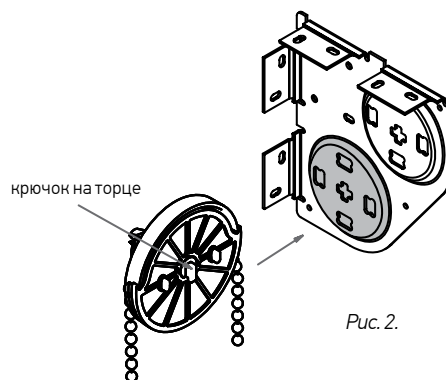

Рис. 2.
3. Прежде всего, установить то изделие, которое будет находиться сзади, ближе к окну. Вставить его в нижнее отверстие двойного кронштейна со стороны управления таким образом, чтобы крючок на торце был направлен вертикально вниз (Рис. 2). Вставить изделие в нижнее отверстие второго двойного кронштейна с другой стороны.